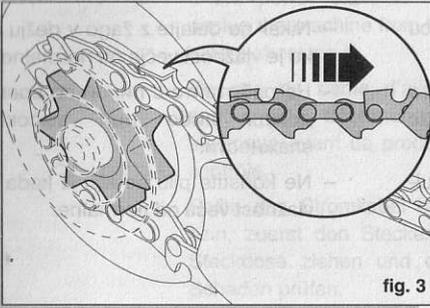

fig. 3
- (fig. 3) Introduire la chaîne sur le pignon d'entraînement. Pour cette opération, faire particulièrement attention au sens de montage de la chaîne. Celle-ci est conçue pour tourner et couper dans un seul sens. Les dents des tranchants doivent toujours être orientés vers l'avant (vers la pointe du guide). Loger la chaîne sur la barre et s'assurer que les maillons de transmission s'insèrent correctement entre les dents du pignon d'entraînement et celles qui sont présentes sur la pointe du guide